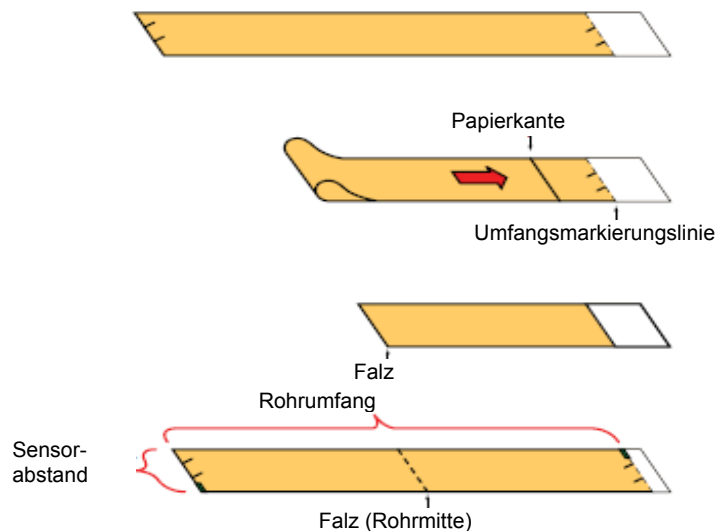

Abb. 28: Halbieren des Rohrumfangs
- 2) Den Schnittpunkt der beiden Enden des Papierstreifens für die Angabe des Umfangs markieren. Den Papierstreifen entfernen und auf einem flachen Untergrund ausrollen. Den Streifen zur Hälfte falten und damit den Umfang halbieren. S. Abb. 28.